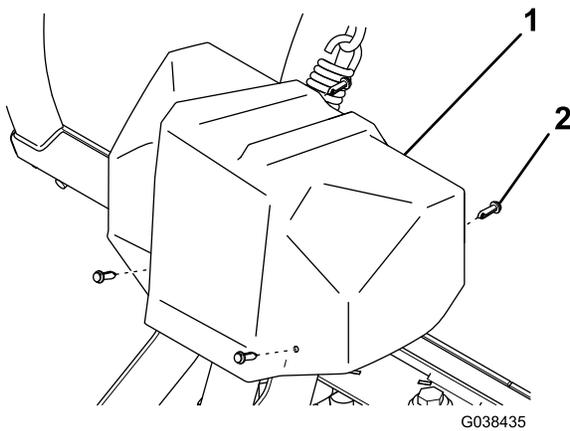

Bild 23
- Entfernen Sie die vier Kunststoffnieten, mit denen die Abdeckung an der Kupplung befestigt ist, und nehmen Sie die Abdeckung ab (Bild 23).